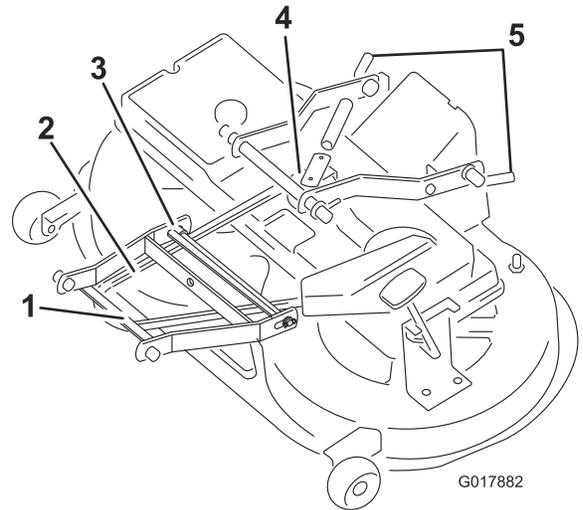

Bild 45
9. Ziehen Sie den Spannarm nach innen und nehmen Sie den Keilriemen von der Riemenscheibe (Bild 45).
11. Entfernen Sie den Stift zwischen dem Frontarmlenker und dem Mähwerkgehäuse (Bild 45).
12. Entfernen Sie den Keilriemen von der Motorscheibe (Bild 45).